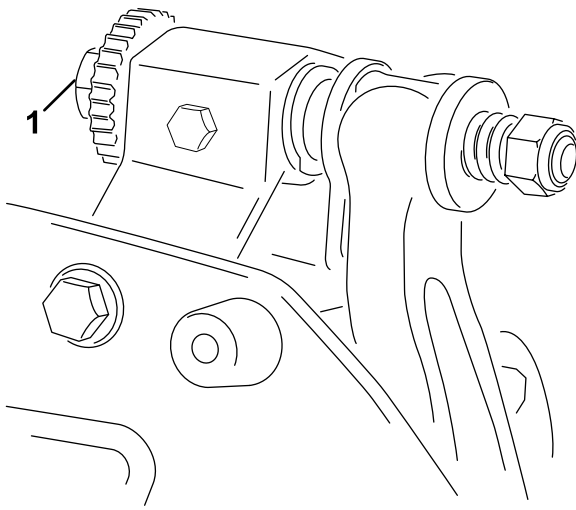

Figure 4
- A. Tournez les vis de réglage de la barre d'appui dans le sens horaire (Figure 4), 1 cran à la fois, jusqu'à ce que vous sentiez et entendiez un léger contact.
6. Tournez le boulon de réglage droit de la barre d'appui (Figure 4) jusqu'à ce que vous sentiez une légère pression sur la cale lorsque vous la faites glisser d'un côté à l'autre. Enlevez la cale.